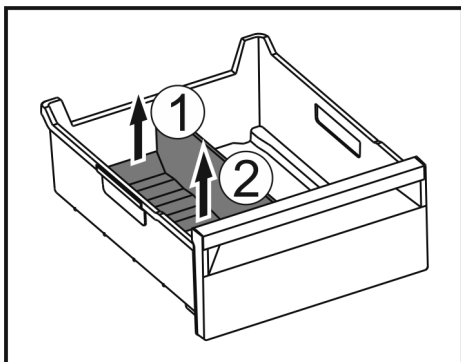

Fig. 234
- Nosta jäälaatikon jakajan takaosaa. Fig. 234 (1)
- Poista jäälaatikon jakaja ylöspäin. Fig. 234 (2)